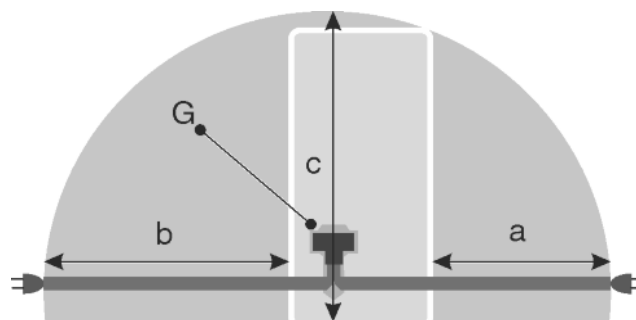

Fig. 21
- Розетка находится вне зоны задней стенки в данной зоне. Fig. 21 (a, b, c)
- ▶ Штекер устройства Fig. 21 (G) подсоединить с задней стороны устройства. Следить за правильной фиксацией.